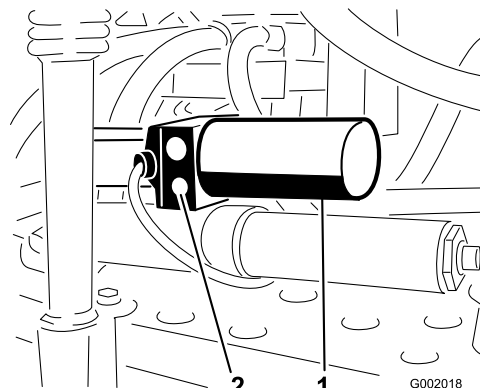

図 51
1. 各アクチュエータについている手動リリーフ・バルブを探し出す。アクチュエータのボディの片側だけについている小さいほうのバルブが手動リリーフ・バルブである(図 51)。